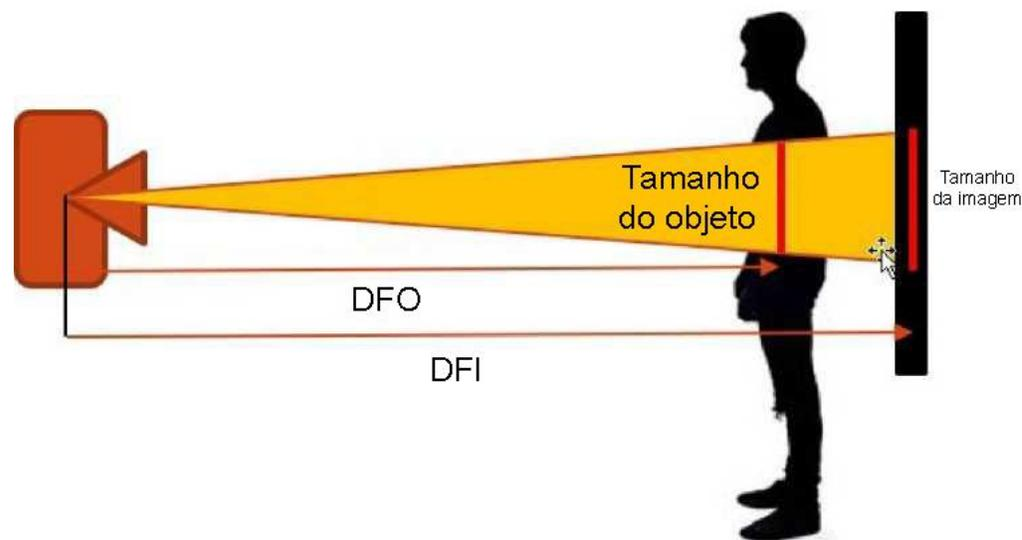

Fig. 19 – Fator de magnificação em radiografia convencional.
- A magnificação M é definida como (Fig. 19):